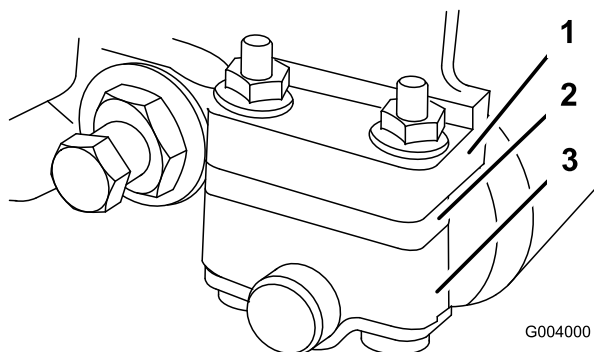

Figura 49
- Posicione o distanciador abaixo do flange de montagem da placa lateral se as definições da altura de corte variarem entre 3,2 e 25 mm (Figura 49).
1. Ajuste os suportes do rolo traseiro para a posição baixa ou elevada, dependendo dos limites de altura de corte desejados (Figura 48e Figura 49).